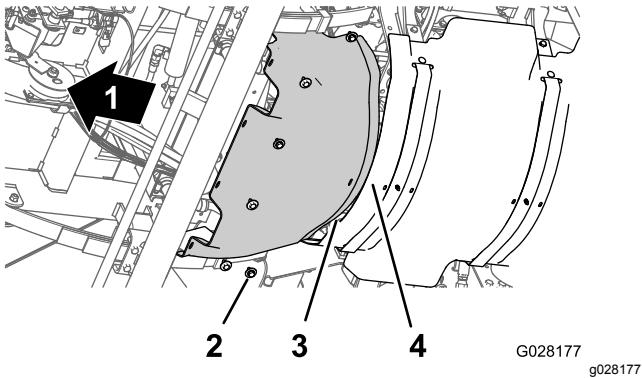

Figura 67
1. Alinee la brida trasera del protector térmico delantero sobre la brida delantera del protector térmico trasero (Figura 67).
2. Alinee los taladros del protector térmico delantero con los taladros roscados del chasis (Figura 67).
3. Monte el protector térmico delantero en la máquina con los seis pernos de cabeza hexagonal y las seis arandelas (Figura 67) que retiró en el paso 3 de Retirada del protector térmico delantero \(página 4\).